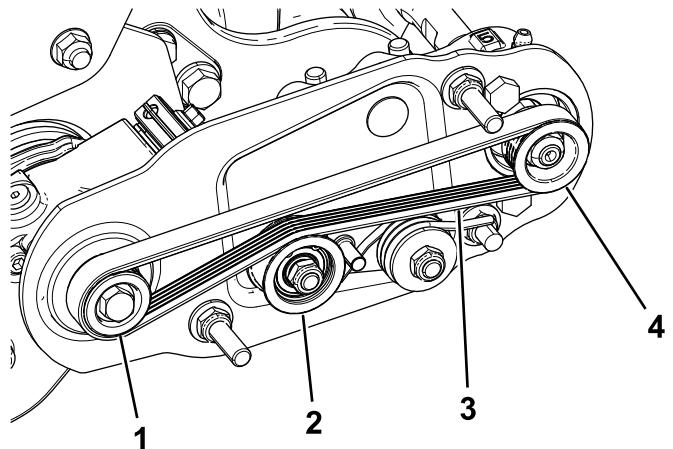

Figure 14
- Passez la courroie autour de la poulie **d' entraînement** puis sur le dessus de la poulie de tension (Figure 14).